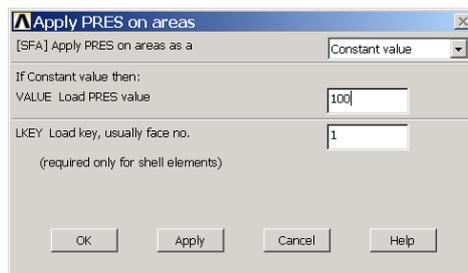

图5.28 施加表面荷载
(1) 单击工具栏上的 **RESUM_DB** 按钮，恢复 5.2.1 节中保存的模型数据库。
(2) 单击 **Main Menu>Solution>Define Loads>Apply>Structural>Pressure>On Areas** 菜单对面施加表面荷载。选中要定义表面荷载的面，然后单击 **【OK】** 按钮，接着弹出如图 5.28 所示的对话框。在 **【Apply PRES on areas as a】** 下拉列表框中选择 **【Constant value】** 选项，在 **【Load PRES value】** 文本框中输入荷载值（如 **【100】**），单击 **【OK】** 按钮即可。